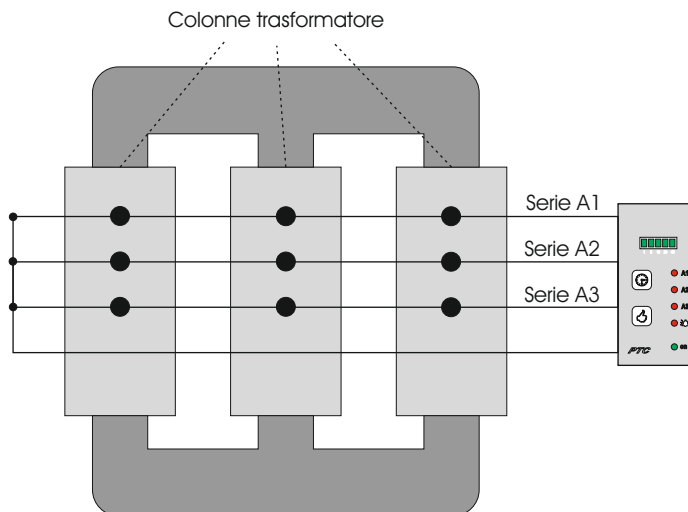

Figura 1
- **3 ingressi analogici** per sonde resistive Ptc per il rilevamento di 3 temperature da 3 serie di sonde: *serie A1*, *serie A2* e *serie A3* (si veda Figura 1).